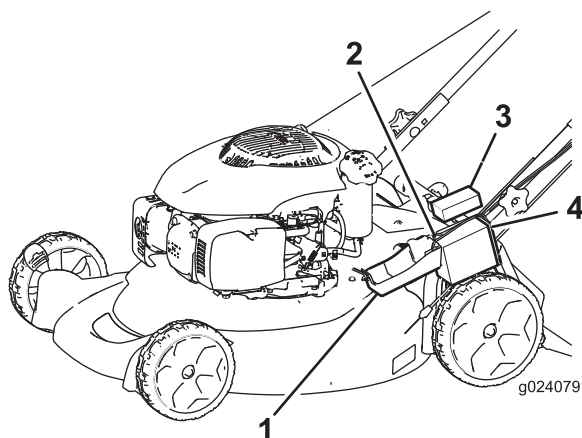

Figure 26
1. Déclipez le couvercle de la batterie et déposez-le (Figure 26).